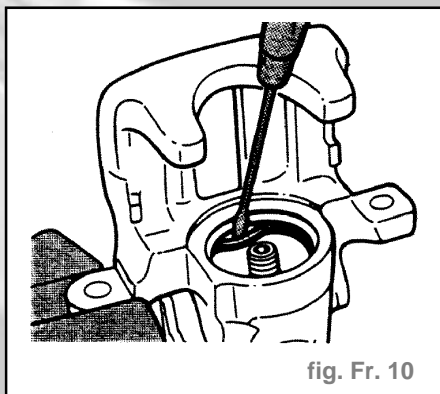

fig. Fr. 10
- Dégager la bague-joint avec précaution à l'aide d'un tournevis (fig. Fr. 10).